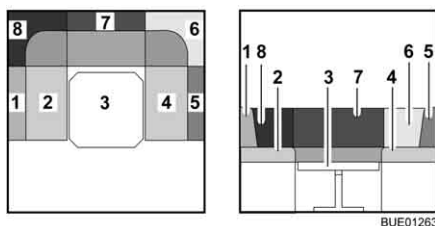

Bild 76 Under ombyggnaden
- Tag bort ryggdynorna (Bild 76,6, 7 och 8) och lägg dem åt sidan.
- Drag sittdynorna (Bild 76,2 och 4) till bordets mitt.